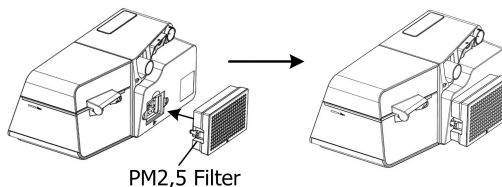

Abb. 12-3
(3) Wechseln Sie den Luftfilter und die Filterkappe auf einen PM2,5-Filter, wie in Abb. 12-3 dargestellt.